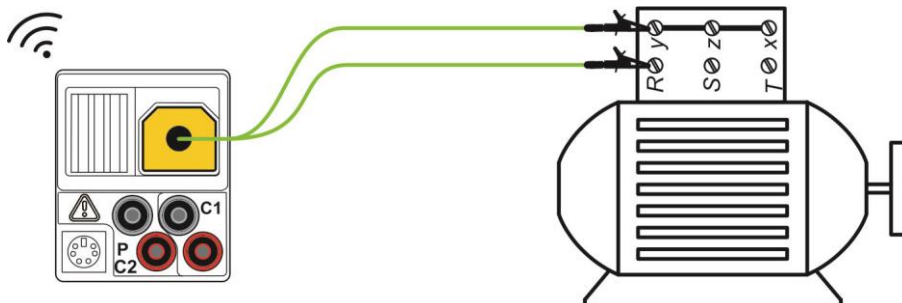

Abbildung 5.8: Beispiel einer Durchgangsprüfung
- ❑ **Schließen Sie** die Prüfleitungen an den Prüfling (siehe Abbildung 5.8) an.